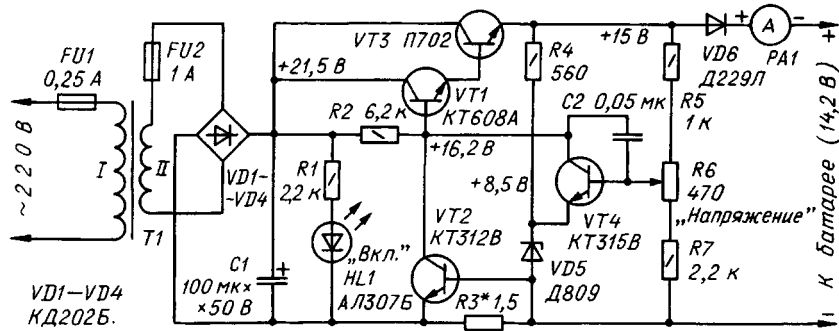
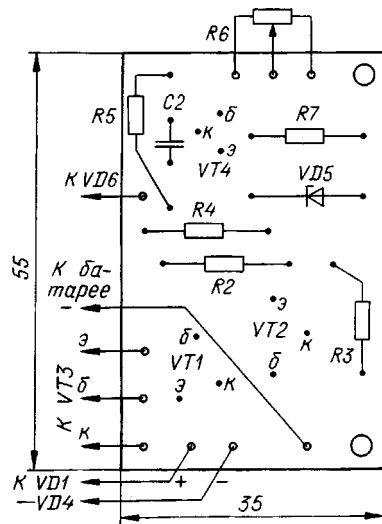

рис. 1
рис. 2
**От редакции.** Наш автор А.А.Шабронов прислал письмо, в котором указывает, что в его статье "Двухпроводный датчик охраны компьютера" (РА 5/2000, стр.41-42 в схеме рис.1 допущена ошибка, а именно: не указана линия (на рис. выделена жирной линией). Редакция приносит извинения автору.
В статье **Н.Герцена** ("Радио", 7/2000, стр.36) описано **устройство для автоматического поддержания автомобильной аккумуляторной батареи в заряженном состоянии во время хранения**. Достоинством устройства (**рис.1**) является то, что оно не содержит электромеханических реле. Транзисторы VT1, VT3, VT4 и стабилитрон VD5 образуют последовательный стабилизатор напряжения. Напряжение, которое устройство поддерживает на батарее, устанавливается резистором R6. Ток зарядки контролируют по шкале амперметра PA1. При подключении устройства к аккумуляторной батарее напряжение на ней обычно меньше зарядного. Поэтому регулирующий транзистор VT3 открыт и насыщен, через него протекает максимальный ток. Чтобы его ограничить, на транзисторе VT2 собран ограничитель тока. При возрастании тока нагрузки падение напряжения на токоизмерительном резисторе R3 увеличивается, и в некоторый момент транзистор VT2 приоткрывается, уменьшая базовый ток составного регулирующего транзистора VT1, VT3. В результате зарядное напряжение, а значит, и ток через транзистор VT3 уменьшаются. Таким образом, максимально возможный ток заряда зависит от сопротивления резистора R3. По мере зарядки батареи напряжение на ней приближается к напряжению стабилизации, а зарядный ток уменьшается до значения, необходимого лишь для компенсации ее саморазряда. О включении устройства в сеть сигнализирует светодиод HL1. На **рис.2** показан чертеж печатной платы и размещение элементов.